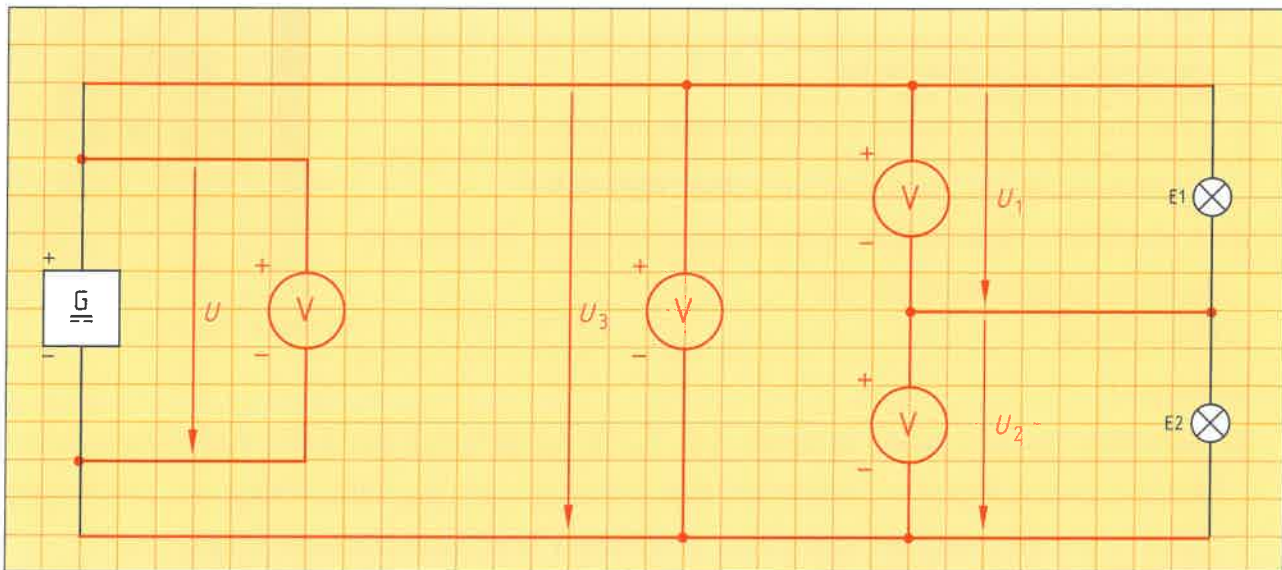

Bild 1: Spannungsmessungen
2. a) Ergänzen Sie für einen Laborversuch die Schaltung (**Bild 1**) um vier Spannungsmesser, damit die Spannung  $U$  an der Spannungsquelle, die Spannung  $U_1$  an der Glühlampe E1,  $U_2$  an E2 sowie  $U_3$  über beide Glühlampen gemessen werden kann.